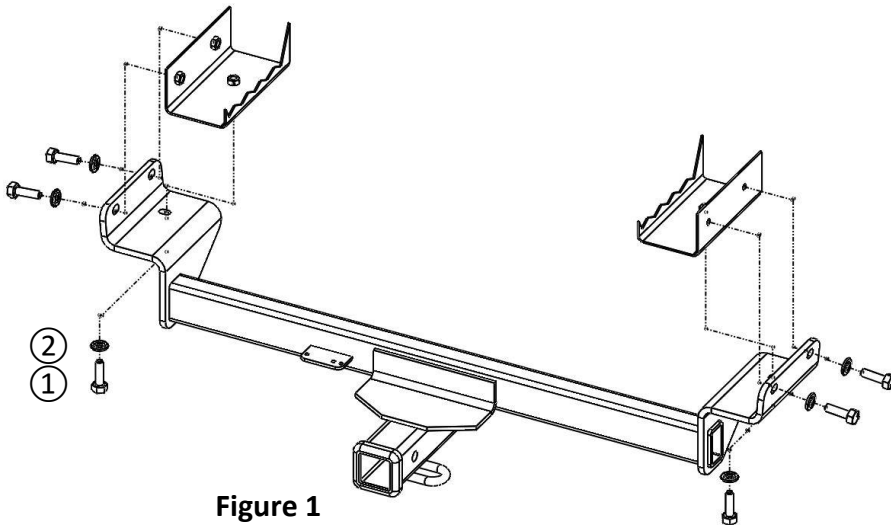

Figure 1
- 2. Installer l'attelage :** Soulever l'attelage en position et installer lâchement trois (3) boulons M10 ① et trois (3) rondelles coniques ②, des deux côtés, voir **Figure 1**.